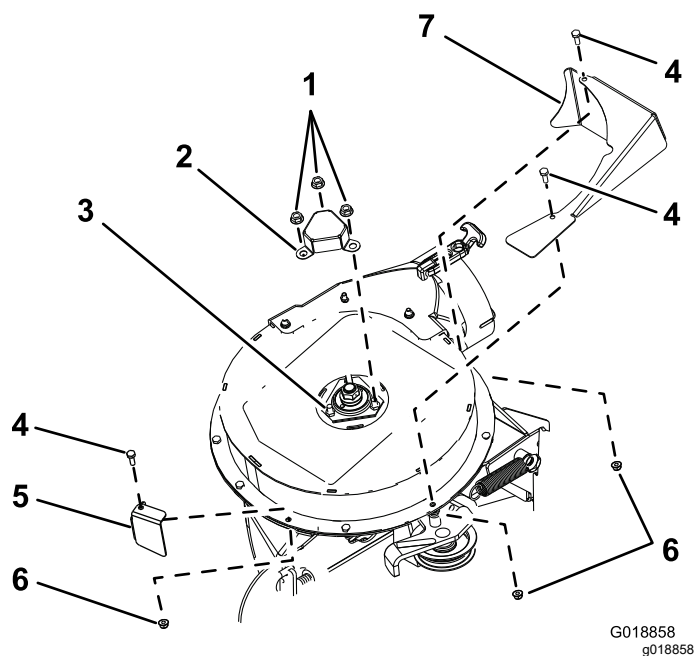

Figura 13
- Allineate la protezione dell'albero CE ai 3 bulloni e ai 3 dadi che fissano l'alloggiamento superiore dei cuscinetti (Figura 13).
- Fissate la protezione dell'albero CE al soffiatore con i 3 dadi scanalati (Figura 13).
- Allineate la protezione anteriore CE all'alloggiamento del soffiatore superiore (Figura 13).
- Fissate la protezione anteriore CE all'alloggiamento superiore del soffiatore con un bullone a testa esagonale (1/4 x 3/4") e un dado di bloccaggio (1/4") come illustrato nella Figura 13.
- Allineate la protezione del tensionatore CE all'alloggiamento del soffiatore superiore (Figura 13).
- Fissate la protezione del tensionatore CE all'alloggiamento superiore del soffiatore con 2 bulloni a testa esagonale (1/4 x 3/4") e 2 dadi di bloccaggio (1/4") come illustrato nella Figura 13.